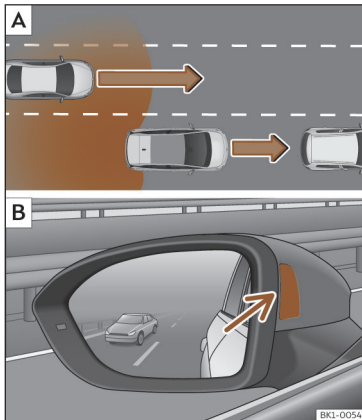

Abb. 113 Schematische Darstellung: **[A]** Überholvorgang mit Verkehr im hinteren Bereich. **[B]** Anzeige des Spurwechselsassistenten an der Kontrollleuchte links.
In nachfolgenden Situation wird die Anzeige in der Kontrollleuchte » **Abb. 113 [B]** (Pfeil) oder » **Abb. 114 [B]** (Pfeil) dargestellt:
- Bei einer Überholung durch ein anderes Fahrzeug » **Abb. 113 [A]**.